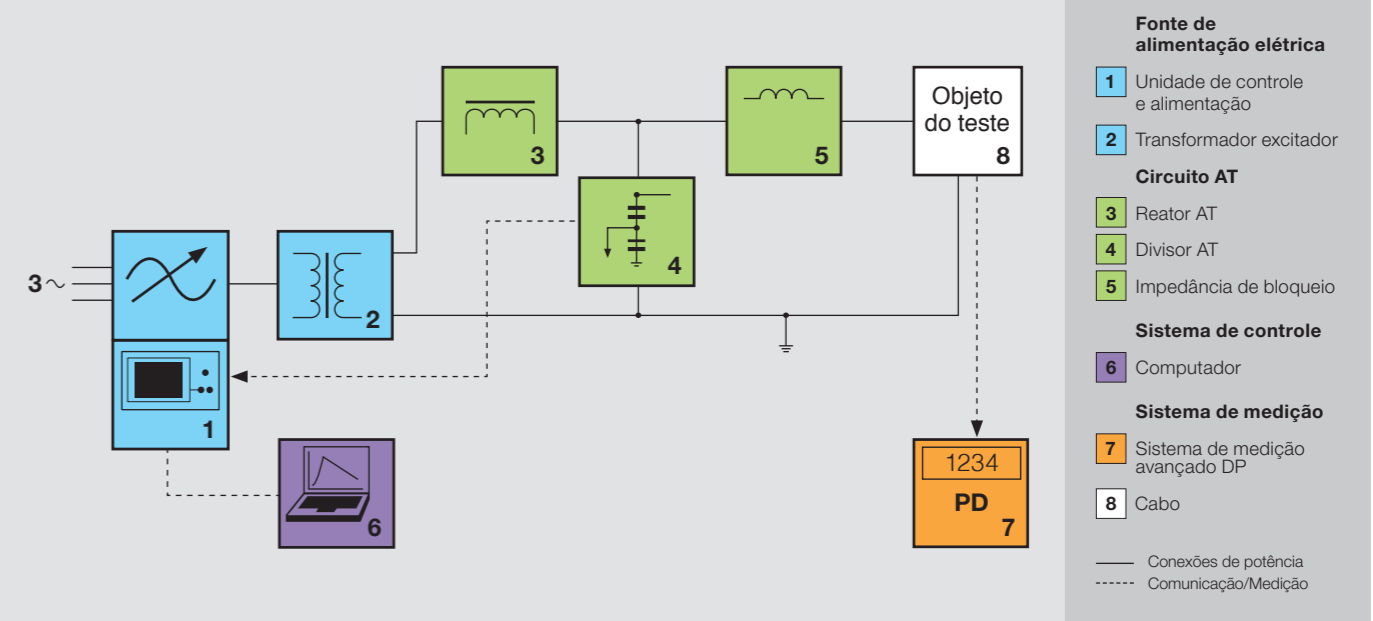

Fig. 2 Diagrama de bloco de sistema ressonante de testes em campo para cabos extrudados
A unidade de controle e alimentação (1) [veja fig. 2] consiste de um inversor de potência estático e um sistema de controle. O inversor de potência converte a tensão trifásica de entrada em uma tensão monofásica de saída com uma forma de onda retangular.